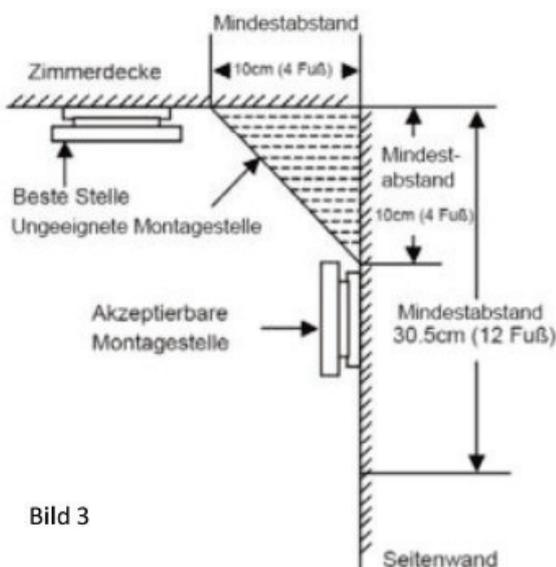

Bild 3
- Wenn der Rauchmelder an einer Wand montiert wird, dann muss die Montagestelle 10 cm unterhalb der Zimmerdecke liegen (siehe Bild 3).